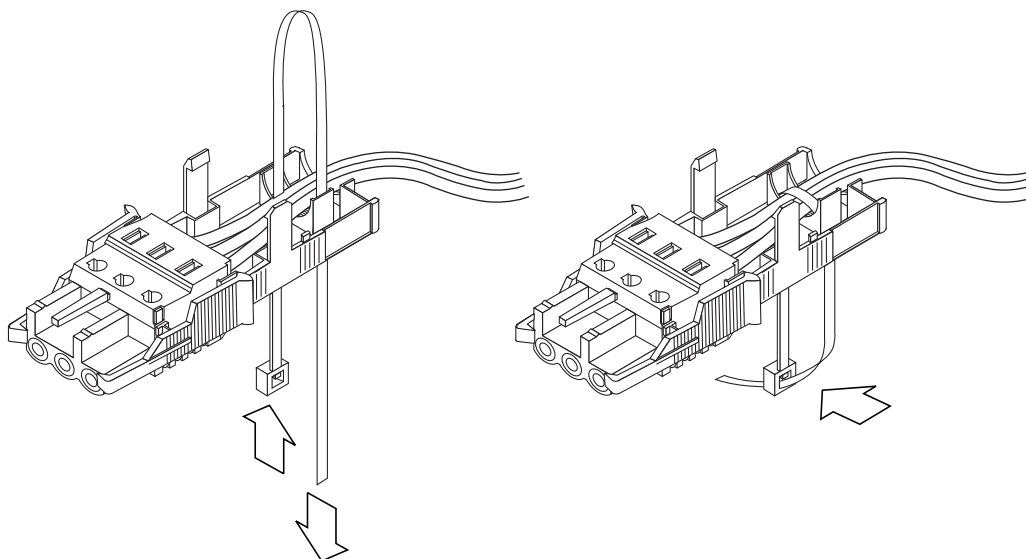

FIGURA 4-17 Fissaggio dei fili all'alloggiamento antideformazione
4. Avvolgere la fascetta sui fili e fuori dall'alloggiamento, quindi stringerla per assicurare i fili all'alloggiamento antideformazione (FIGURA 4-17).